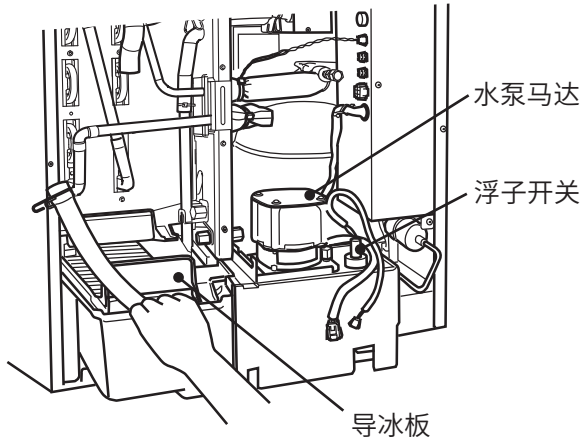

图 4
- 5) 将水箱、导冰板、水泵马达托架、水泵马达和浮子开关一同拉出。见图 4。